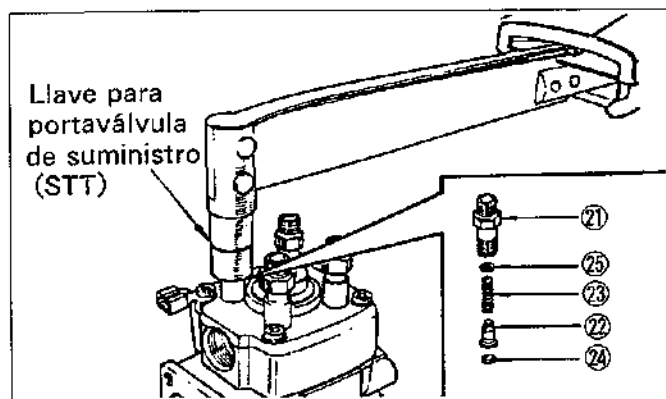

Figura.14-38 Instalación de la válvula de suministro
Ponga la empaquetadura de la válvula de suministro ②4, la válvula de suministro ②2, resorte de la válvula de suministro ②3, y asiento del resorte de la válvula de suministro ②5 en la cabeza de distribución. Ponga la portaválvula de suministro ②1 sobre la válvula, resorte, y asiento, y apriete la portaválvula al valor correcto. (Vea la figura.14-38)